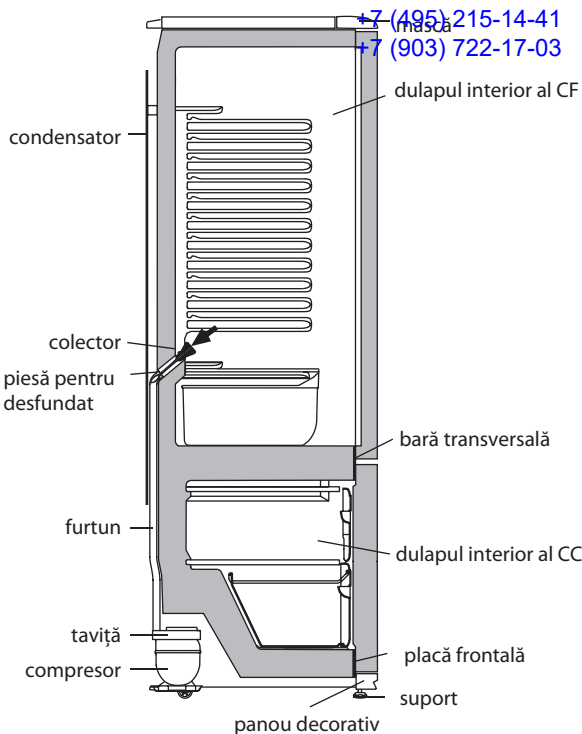

Figura 4 — Schema scurgerii apei rezultate în urma topirii din CF
**2.2.1** În CF se folosește un sistem automat de dezghețare. Bruma, care apare pe pereții din spate al CF, după deconectarea compresorului care lucrează în ciclu, se topește și se transformă în picături de apă. Picăturile de apă rezultată în urma topirii se scurg în colector, apoi prin gaura acestuia și prin furtun - în taviță de pe compresor, în conformitate cu figura 4 și se evaporă. Gaura colectorului este dotată cu o piesă pentru prevenirea înfundării sistemului de drenaj.
Prezența apei în colector indică înfundarea sistemului de drenaj. Pentru eliminarea înfundării folosiți piesa corespunzătoare și curățați gaura colectorului, astfel ca apa să se scurgă liber în taviță, apoi spălați piesa și instalați-o în conformitate cu figura 4.
**SE INTERZICE** să utilizați frigiderul cu sistemul de scurgere înfundat. Apa care a apărut pe fundul CF sau care a ajuns în locul de alăturare a barei transversale și a dulapului interior al CF, în conformitate cu figura 4, poate provoca coroziunea dulapului exterior al frigiderului și elementelor agregatului frigorific, defectarea izolației termice, formarea crăpăturilor dulapului interior și defecțiunea frigiderului.
**SE INTERZICE** să decongeleți congelatorul fără utilizarea elementului pentru drenare. Apa rezultată în urma topirii care se scurge din cameră afară de elementul pentru drenare, pătrunzând în locul de alăturare a plăcii frontale la dulapul interior în conformitate cu figura 4, poate provoca coroziunea dulapului exterior al congelatorului și a elementelor agregatului frigorific, defectarea izolației termice, formarea crăpăturilor dulapului interior și defectarea dulapului frigiderului.